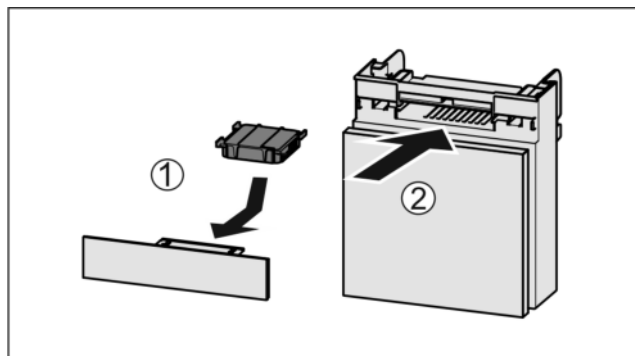

Fig. 153
- Aktivkohlefilter nach Abbildung einsetzen Fig. 153 (1).
- Fach einschieben Fig. 153 (2).